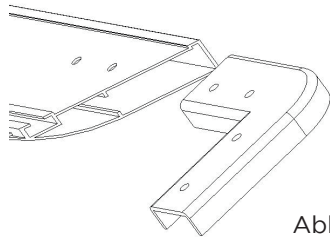

Abb. 4
4. Stecken Sie in die horizontalen Rahmenteile (A) pro Ende eine Metallecke (E) (Abb. 4).